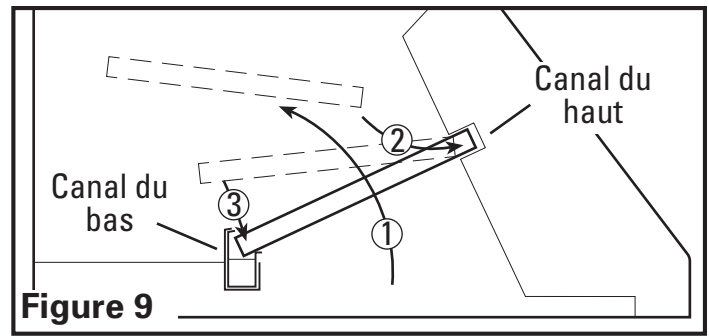

Figure 9
3. Installez les filtres déflecteurs en insérant le haut du filtre dans le canal du haut de la hotte, puis glissez le bas du filtre dans le canal du bas. Les filtres ont un sens pour le haut et le bas. Le bas sur le filtre aura des petits trous pour le drainage. Ces trous doivent faire face vers le bas en direction du dalot à graisse pour être efficaces (**Figure 9**).